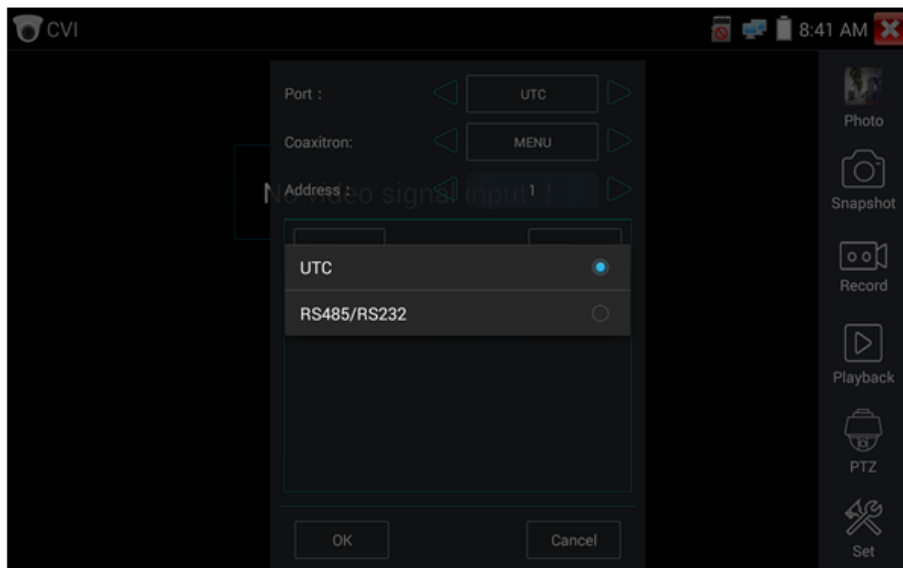

Рис. 89 Выбор UTC для управления PTZ камерой
- 2) Выберите в настройках PTZ порт (Port) – UTC – управление по коаксиальному кабелю (рис. 89) Значение MENU – вызывает OSD меню самой видеокамеры;